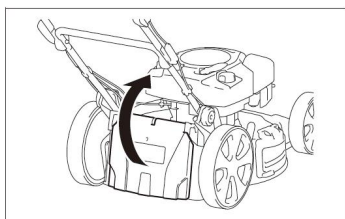

Fig. 8A
6.2.1. Soulevez la protection d'éjection arrière, assemblez l'obturateur mulching et fermez la protection d'éjection arrière ; Fig. 8A / B / C.